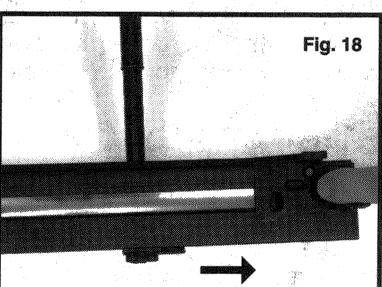

Fig. 18
2. Tirer le suiveur d'agrafe à fond vers l'arrière (voir Fig. 18), en laissant le suiveur se bloquer en position d'ouverture.